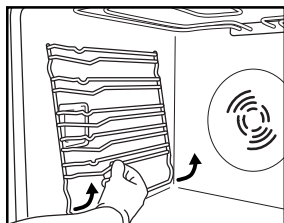

Fig. 3
1. Retire as grelhas do suporte lateral para acessórios (Fig. 3).
2. Retire as grelhas do suporte lateral para acessórios, se existentes (Fig. 3).